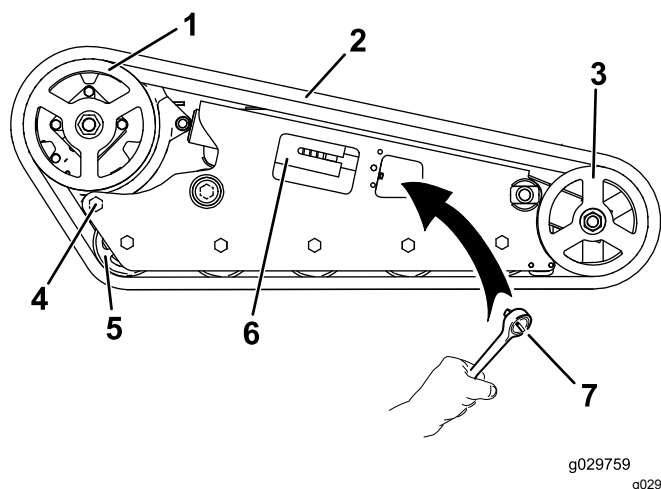

Figura 65
5. Utilizando uma chave de ½ polegada, liberte a tensão de acionamento rodando o parafuso tensionador no sentido dos ponteiros do relógio (Figura 59 e Figura 65).
6. Desaperte o parafuso traseiro, perto da roda motriz (Figura 65).